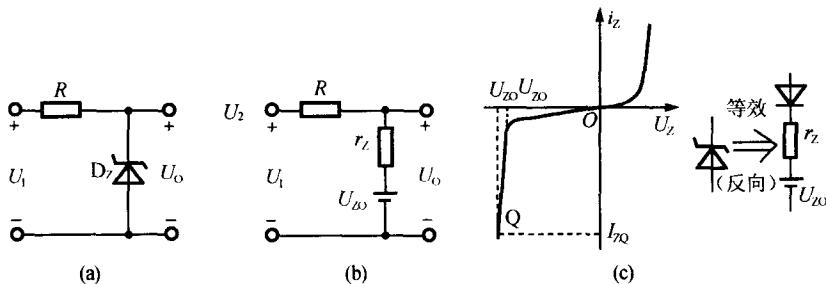

图 14.14
14.2.8 电路如图 14.14(a), 未经稳定的直流输入电压  $U_1$  可变; 稳压管型号为 2CW58, 该管在反向流过 5mA 测试电流时, 其端电压为 10V, 动态电阻  $r_z$  为  $20\Omega$ , 管子的最大稳压电流  $I_{zm}$  为 26mA, 限流电阻  $R = 1k\Omega$ 。
- (1) 试求对应于图 14.14(c) 所示的硅稳压管模型中的  $U_{zo}$ ;
- (2)  $U_o = 10V$  时,  $U_i$  的值应等于多少?
- (3) 若  $U_i$  在上面求得的数值基础上变化  $\pm 10\%$ , 试求  $U_o$  及  $I_L$  相应的变化范围;
- (4) 若  $U_i$  处于 6V 到 9V 的范围内,  $U_o$  将为多大?
**【逻辑推理】** 当要考虑  $r_z$  的影响时, 必须用图 14.14(b) 所示模型的等效硅稳压管, 画出所求解电路的等效电路, 方可求解。注: 此等效电路为反向时的等效电路。
解: (1) 由图 14.14(b) 可见
(4) 由图 14.14(b) 可见, 当  $U_1 < U_{z0}$  时, 图(a) 中的硅稳压管不会被击穿, 似同开路。故  $U_1$  处于 6V 到 9V 范围内时, 其值低于 9.9V 的  $U_{z0}$ ,  $D_z$  不被击穿,  $R$  中无电流,  $U_0$  将跟随  $U_1$  在 6V 到 9V 的范围内变化。